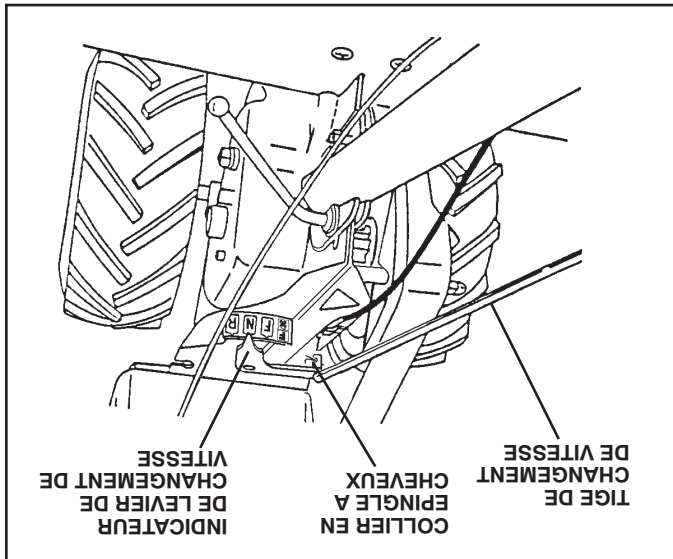

FIG. 7
VITESSE (Voir la fig. 7)
- Assurez-vous que l'indicateur de levier de changement de vitesse est en position mort ("N") (Voir la fig. 7).
Assurez-vous que l'indicateur de levier de changement de vitesse est en position mort ("N") (Voir la fig. 7).